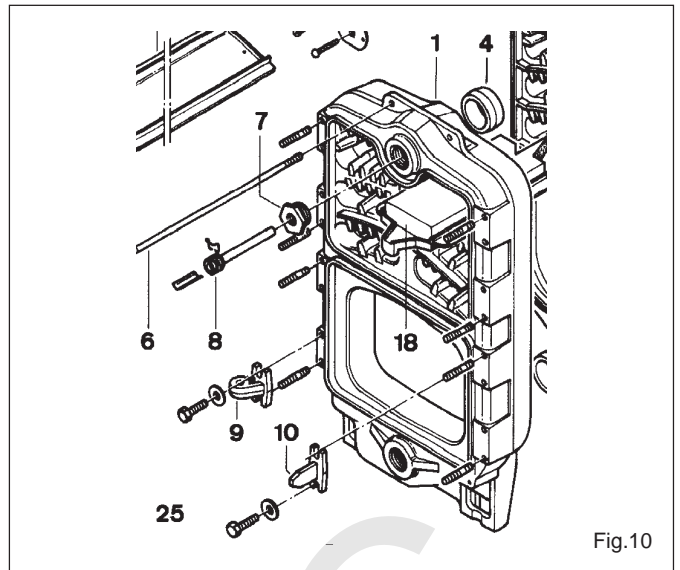

Fig.10
Vaina (8) (fig.10)
- Atornillar la vaina y su reducción (7) de manera estanca en el orificio superior de 2" del elemento delantero.
(fig.10, orificio inferior de 2")